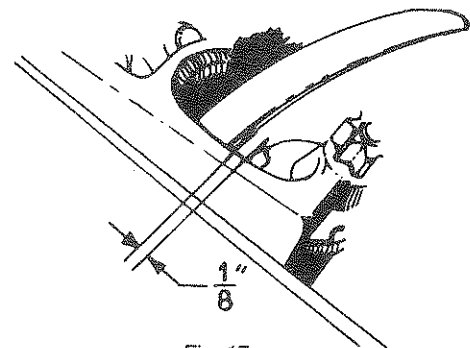

Fig. 17
3. Quand l'oeillet d'aiguilles est directement sur le disque de ficelle, l'écartement entre l'aiguille et le disque doit être de $\frac{1}{8}$ " (3,2 mm), *Fig. 17*.